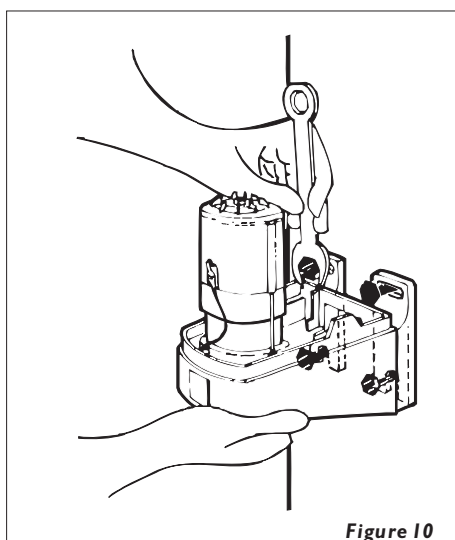
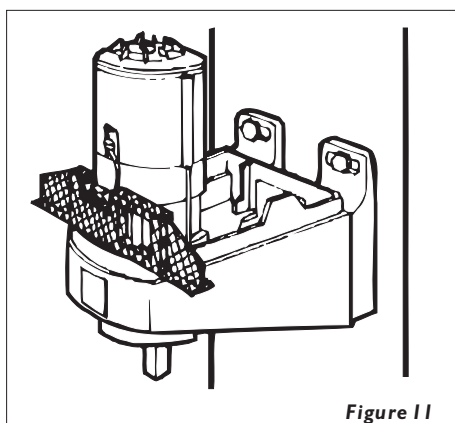

Figure 10
Figure 11
- Une fois installés, les moteurs doivent être horizontaux (Figures 11 et 12). Aider-vous des trous de fixation (Figure 10), de la platine du moteur et de cales. Si nécessaire, utilisez la platine pour murs irréguliers (en option).